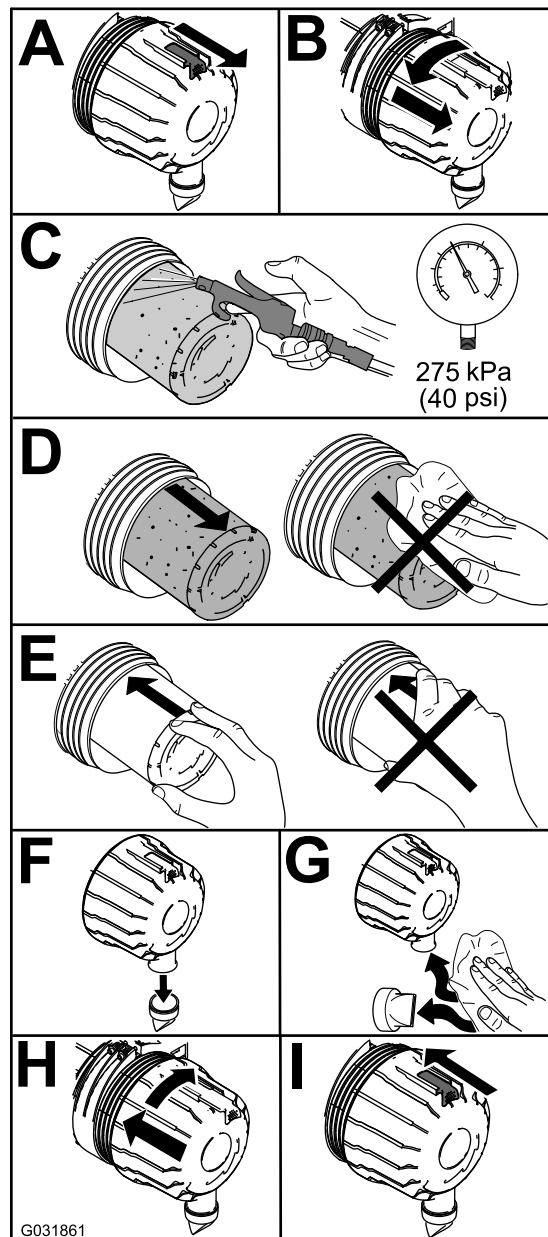

Figura 70
1. Sostituite il filtro dell'aria (Figura 70).